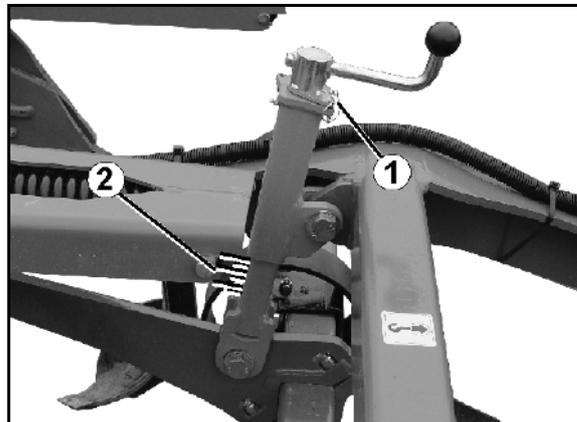

図 41
1. リンチピン (図 41/1) を引きます。
- 設定単位を調節するにスケールが設けられています (図 41/2)。